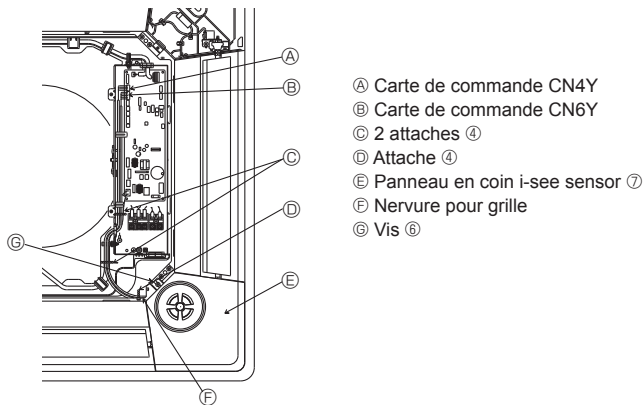

Fig. 6-10
- ① Tuyauterie d'eau de l'appareil principal
- ② Tuyau d'écoulement de l'appareil principal
- ③ Position du panneau en coin à la sortie d'usine (avec logo).
- ④ Position des leviers de la grille d'admission à la sortie d'usine.
- ⑤ i-see sensor (uniquement pour le panneau PLP-6BAE)
6.6. Installation du panneau en coin i-see sensor (Fig. 6-10)